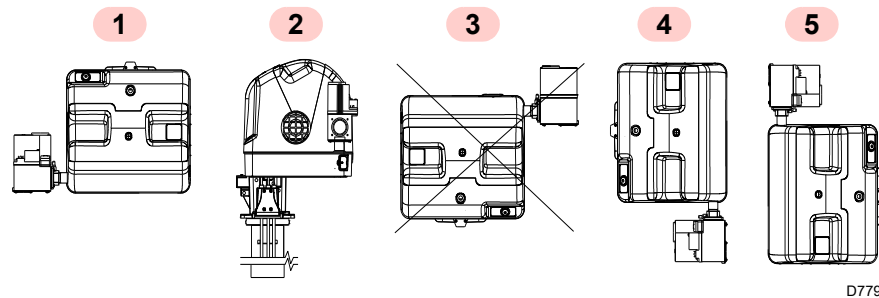

Fig. 11
- El quemador está preparado para funcionar exclusivamente en las posiciones **1, 2, 4 y 5** (Fig. 11).
- Todas las posiciones requieren la instalación de la válvula gas con las bobinas orientadas hacia arriba u horizontalmente (Fig. 11).